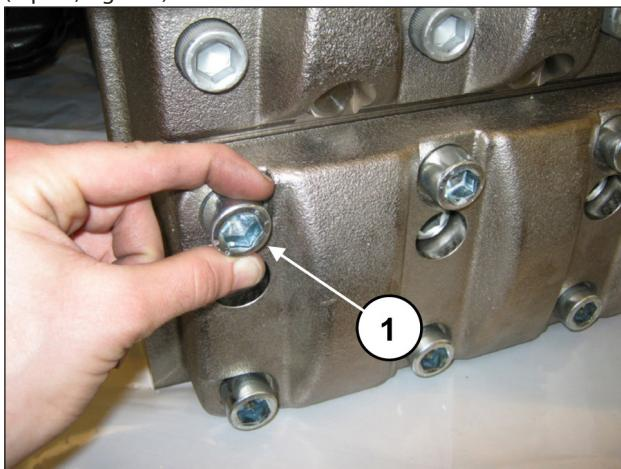
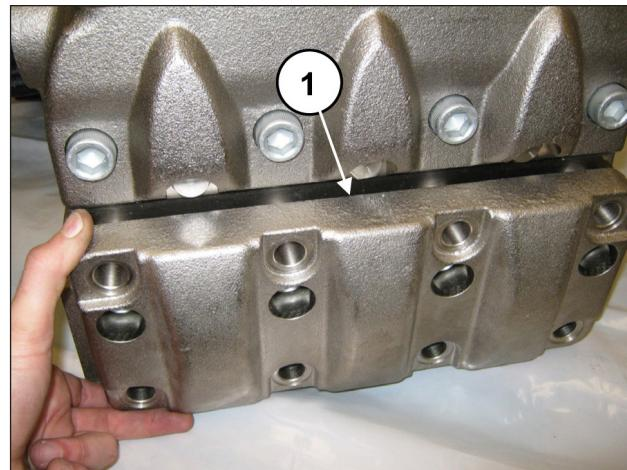

Fig. 138
Fig. 139
Dévisser les 8 vis M16x45 du couvre-soupape d'aspiration (rep. ①, Fig. 138) et déposer le couvre-soupape d'aspiration (rep. ①, Fig. 139).